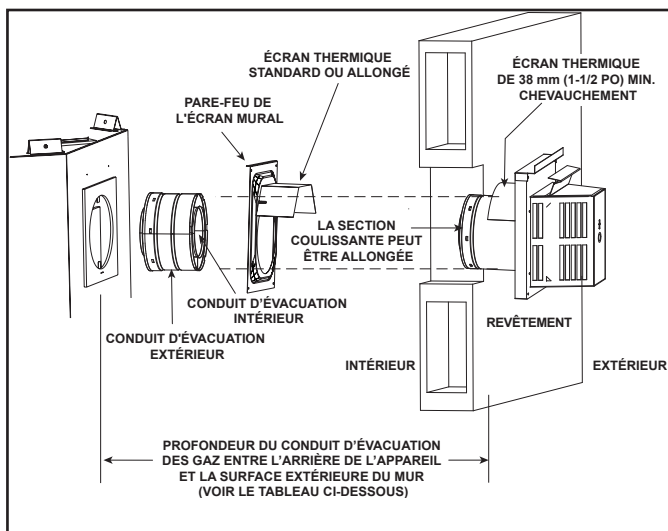

Figure 7.12 Conduit d'évacuation traversant le mur
- **NE PAS** enlever les écrans thermiques fixés à l'écran mural pare-feu et au chapeau de l'extrémité horizontale (présenté à la figure 7.12).
L'écran thermique est en deux parties. L'une des parties a été fixée à l'écran pare-feu du mur lors de la fabrication. L'autre partie a été fixée au chapeau de la cheminée lors de la fabrication. Voir la figure 7.12.